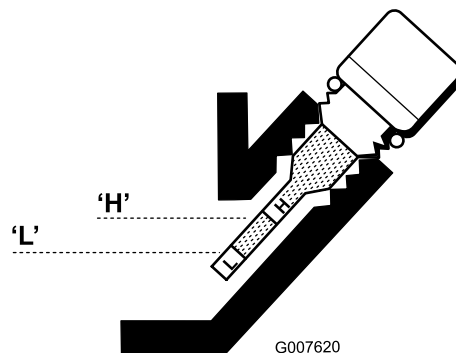

図 20
5. 量が不足している場合には、ゲージの読みが H と L の間になるまで、必要量だけオイルを補給する（図 20）。**入れすぎないこと。**